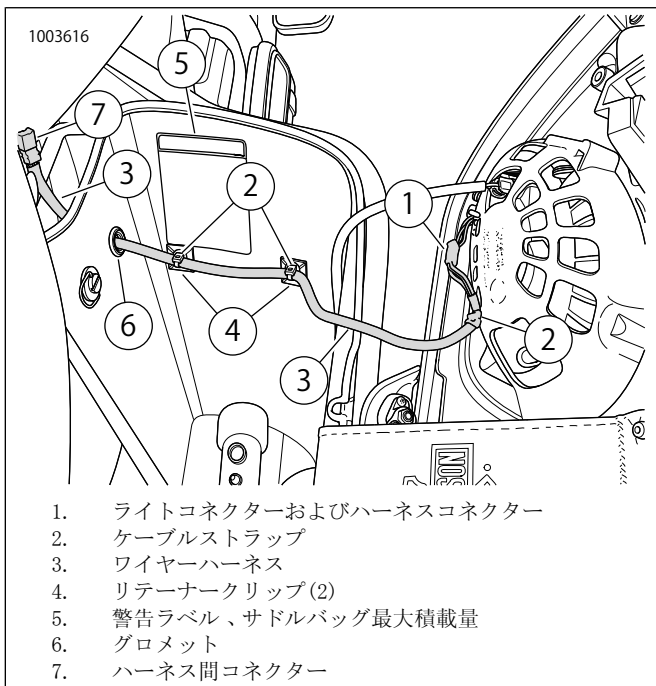

図8。サドルバッグワイヤーの取り回し
15. 図8を参照してください。ハーネスの先端からサドルバッグの外側へ約11cm(4-1/2インチ)だけ、グロメットをずらします。こうすると、グロメットを取り付けたときに、約11 cm (4-1/2インチ)だけサドルバッグの外側に残ります。